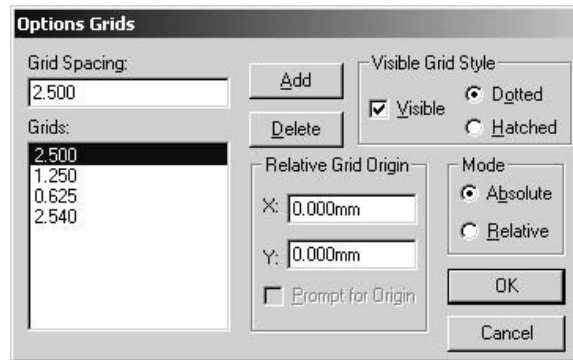

Рис. 7.1.5
4. Установить шаг сетки равный: 0.625, 1.25 и 2.5 мм (рис. 7.1.5).